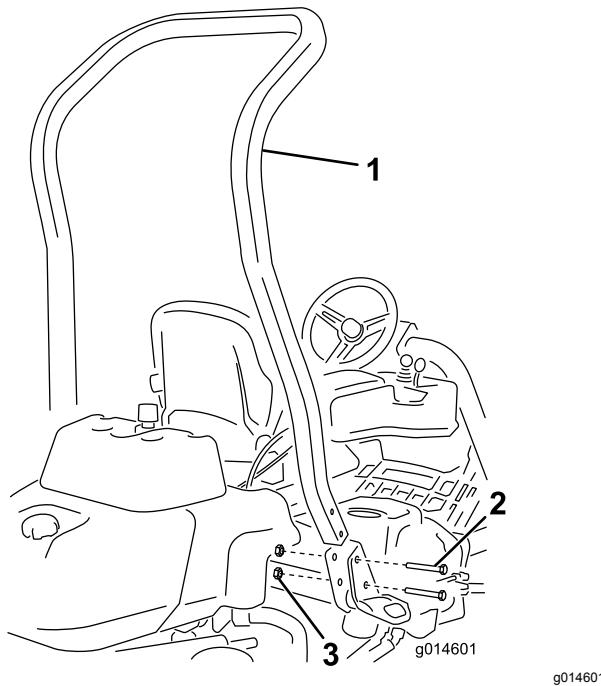

Figura 3
3. Instale a barra nas bolsas de cada lado da máquina, utilizando 4 parafusos ($\frac{1}{2}$ pol. x 3 pol.) e quatro porcas flangeadas ($\frac{1}{2}$ pol.) (Figura 3).